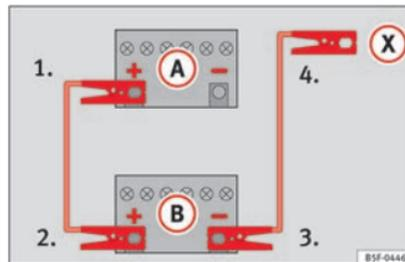

Abb. 76 Anschlussschema für Fahrzeuge ohne Start-Stop-System.
mit der entladenen Fahrzeugbatterie (A) an » Abb. 76.
3. Klemmen Sie das andere Ende des roten Starthilfekabels an den Pluspol (+) des stromgebenden Fahrzeugs (B) an.
4. Bei Fahrzeugen ohne Start-Stop-System: ein Ende des schwarzen Starthilfekabels an den Massepunkt (-) des Strom gebenden Fahrzeugs (B) anklemmen » Abb. 76.